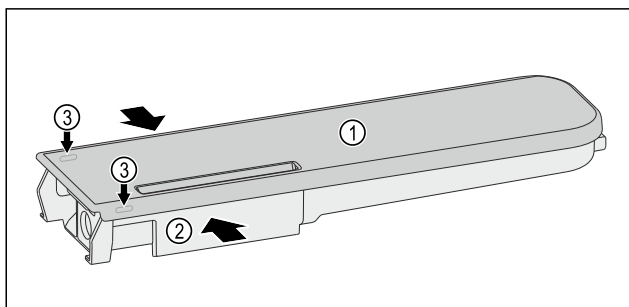

Fig. 220
- Saspieties ūdens tvertni Fig. 220 (2) un uzmanīgi atvirziet un noņemiet vāku Fig. 220 (1) pāri fiksācijas izciļņiem Fig. 220 (3).
- Pārvietojiet vāku Fig. 220 (1) mazliet uz vienu un otru pusi un noņemiet virzienā uz augšu.